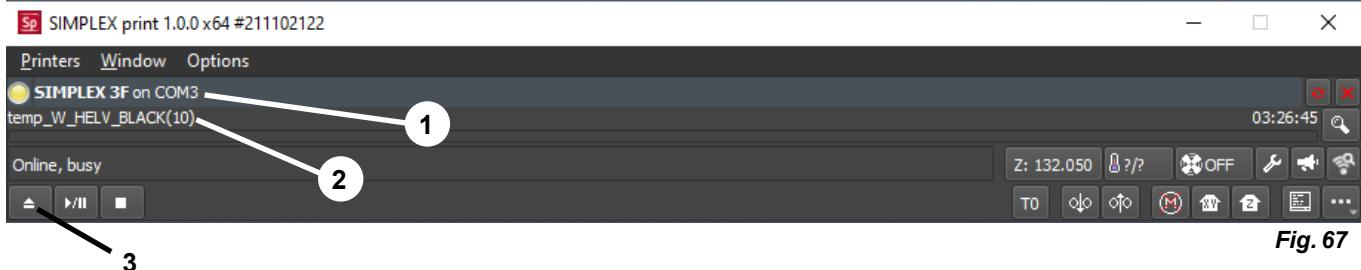

Fig. 67
- ◆ Il SIMPLEX viene visualizzato nella linea di stato (1, Fig. 67).
⇒ Selezioni e carichi il codice G cliccando sul pulsante load (3, Fig. 67).
- ♦ il nome del file corrispondente viene visualizzato nella riga di stato (2, Fig. 67)